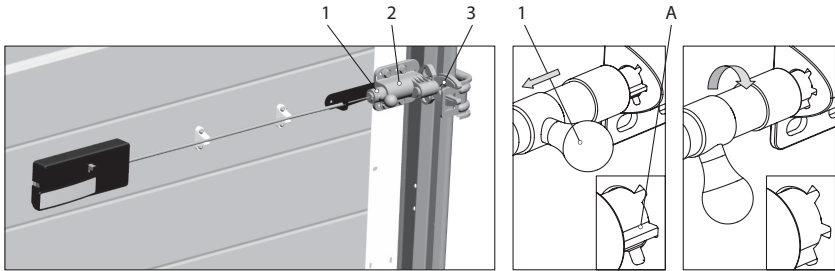

Abb. 3. Versetzen der Verriegelung in die dauerhaft freigeschaltete Position
- Federfinger (1) aus dem Halter (2) ziehen und soweit drehen, bis Absatz (A) in eine seitliche Nut des Halters einrastet. (Abb. 3);
- den freien Lauf der Gabel (3) in jeder möglichen Position der Druckstange prüfen.